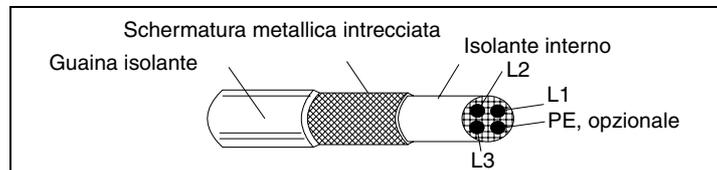

Figura 8 Efficace schermatura del cavo motore (ad esempio Ölflex-Servo-FD 780 CP, Lappkabel o cavi MCMK, NK).
La norma generale per l'efficacia della schermatura del cavo è la seguente: migliore e più leggera è la schermatura del cavo, minore è il livello di emissioni irradiate. Un esempio di configurazione efficace è illustrato nella Figura 8.
* E' necessaria una schermatura del cavo motore efficace secondo quanto indicato nella Figura 8.
Per l'ACS 101-4K1-1 e l'ACS 103-4K1-1, è necessario un cavo come quello mostrato alla Figura 8.
Se si utilizza un filtro in ingresso ACS100-FLT-C o ACS140-FLT-C, le emissioni condotte sono conformi ai limiti stabiliti per la classe di distribuzione illimitata nel primo ambiente, come specificato nella norma EN 61800-3 (EN 50081-1), purché il cavo motore abbia una schermatura efficace (vedere Figura 8) e una lunghezza massima non superiore ai 30 m.
Le lunghezze del cavo motore devono essere limitate secondo quanto specificato nella Tabella 6 e il cavo deve avere una schermatura efficace come illustrato nella Figura 8. Sul lato motore, collegare a terra la schermatura del cavo motore a 360° con passacavo EMC (es. passacavi schermati Zemrex SCG).